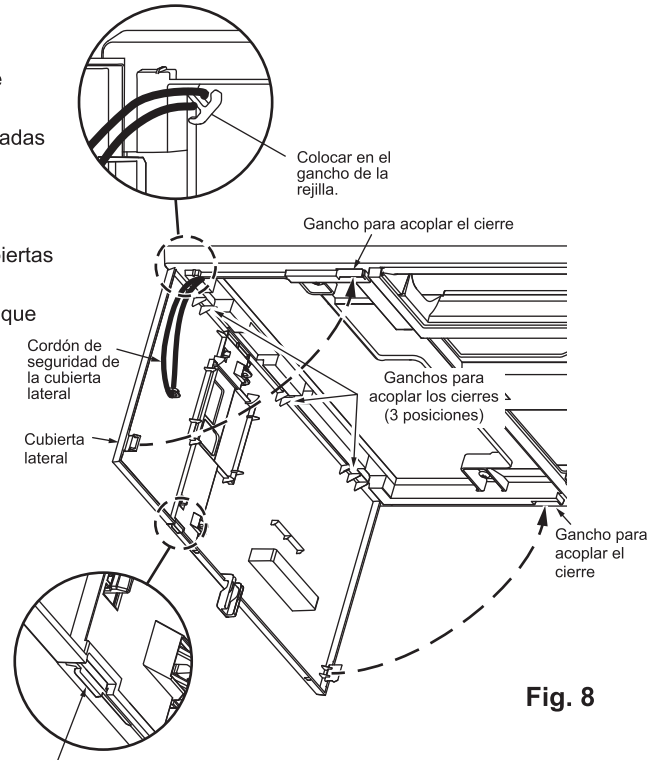

Fig. 8
10. Enganche los cordones de seguridad de las cubiertas laterales I/D a la rejilla e instélasas. (Fig. 8)
- Compruebe que los cierres de las cubiertas laterales I/D estén enganchados de forma segura. (Fig. 8)